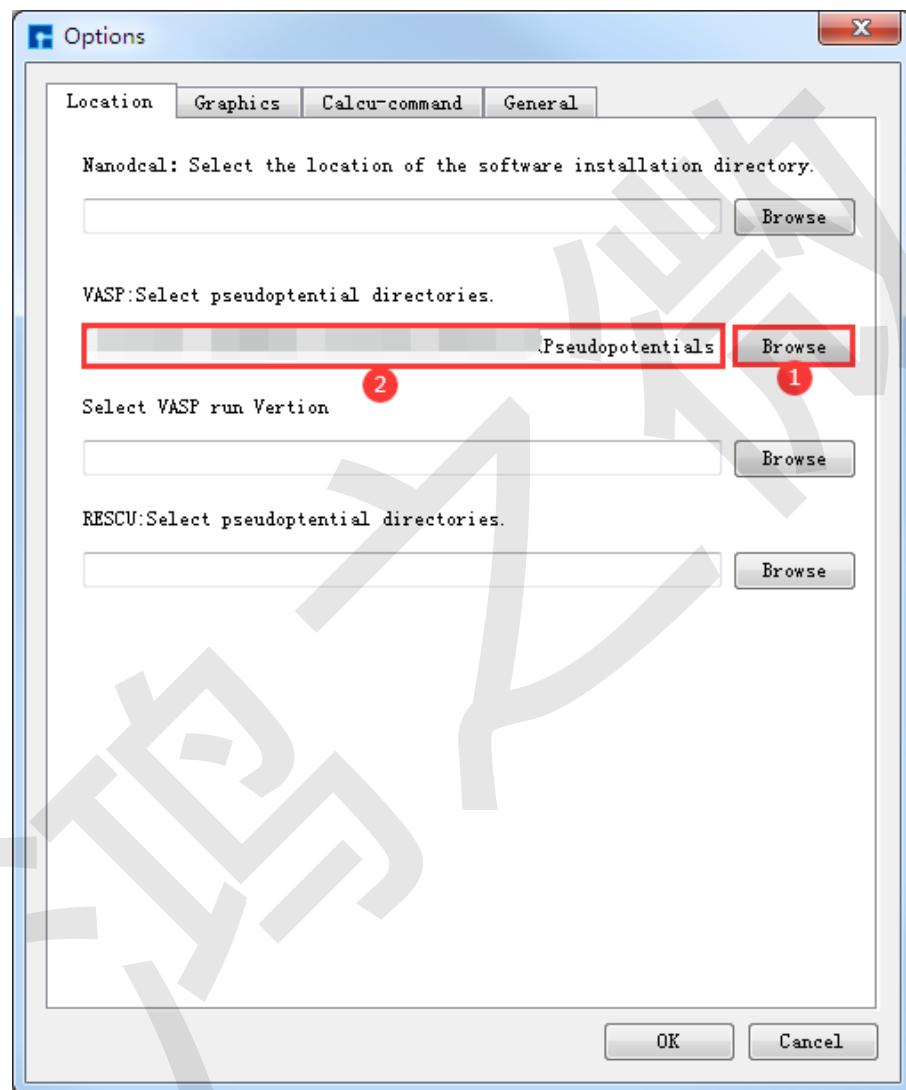

图 10.80: Device Studio 的 Options 界面
VASP 计算需要用到 VASP 的赝势文件，故在生成输入文件之前，可先在 Device Studio 中设置 VASP 蚝势文件的调用路径。在 Device Studio 的图形界面中点击 *File → Options*，则弹出 Options 界面如图 10.80 所示，在 Options 界面 ① 处点击 *Browse* 按钮，则弹出 Open Directory 界面，用户可根据界面指示找到 VASP 的赝势文件并导入，导入 VASP 蚝势文件后，则 Options 界面中的 ② 处显示 VASP 蚥势文件的调用路径。